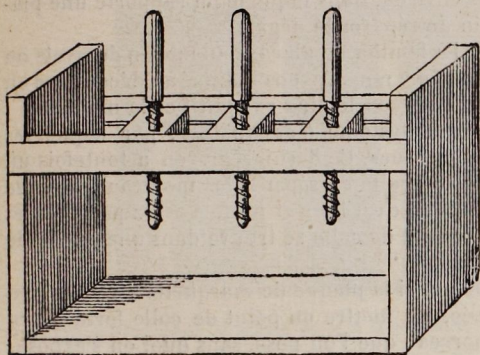

Fig. 268. — Presse-châssis.
Pour mettre en presse et pour plaquer, on se sert soit de petites presses à l'usage des menuisiers (1), soit d'une presse-châssis à coulisse d'un nouveau système (fig. 268), au moyen